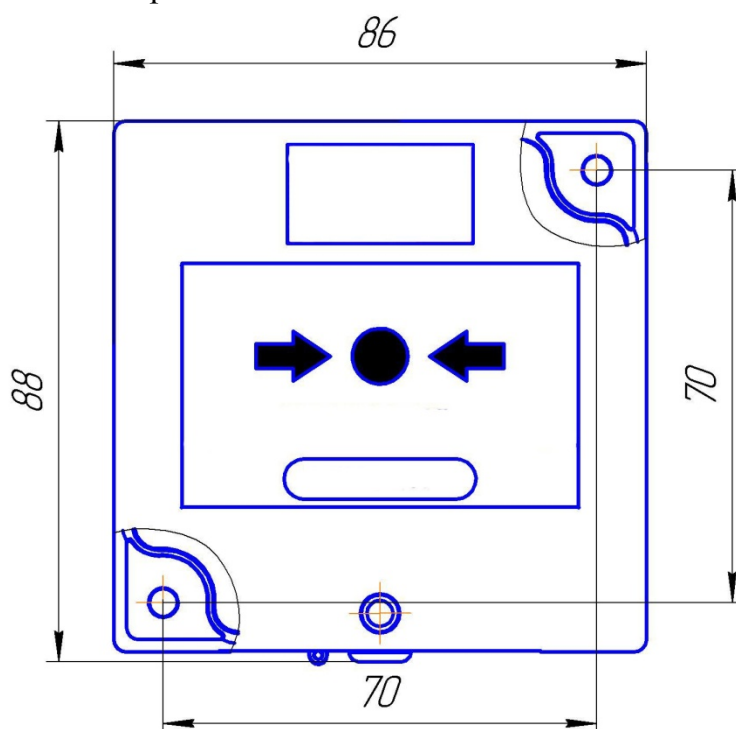
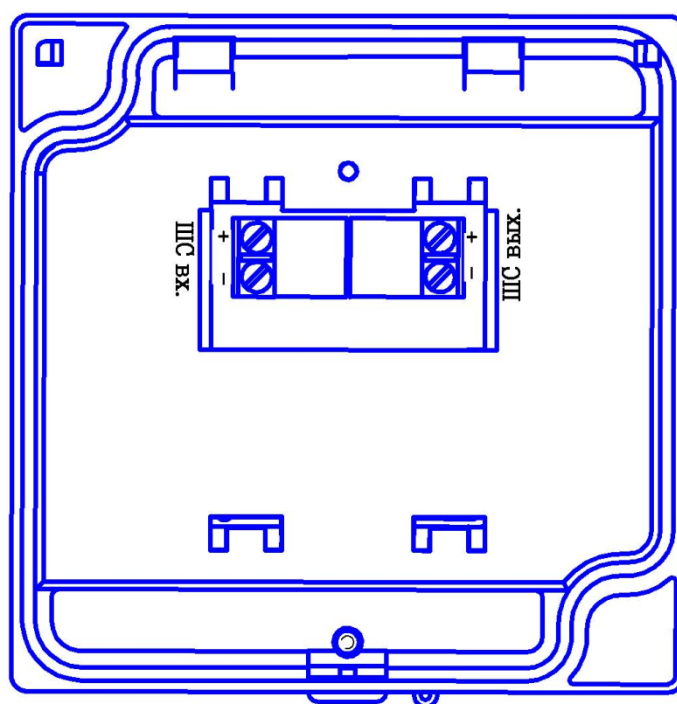

Рис. 1. Габаритные и установочные размеры CV1513
Рис. 2. Общий вид и расположение контактов на блоке CV1513
1.4.2 Габаритные и установочные размеры извещателя CV1513 приведены на рис. 1, размещение клемм на блоке – на рис. 2.
–разметить места установки дюбелей согласно рис. 1;